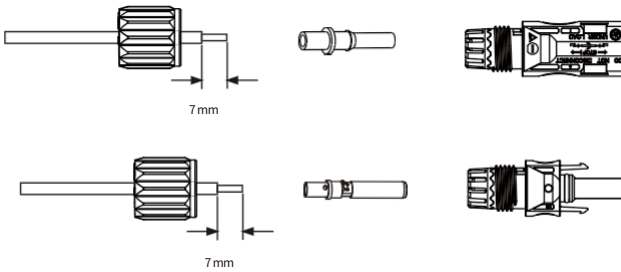

Abb. 5.3 Demontieren Sie die Überwurfmutter des Steckers
- a) Isolieren Sie das Gleichstromkabel ca. 7 mm ab und lösen Sie die Überwurfmutter des Steckers (siehe Abbildung 5.3).